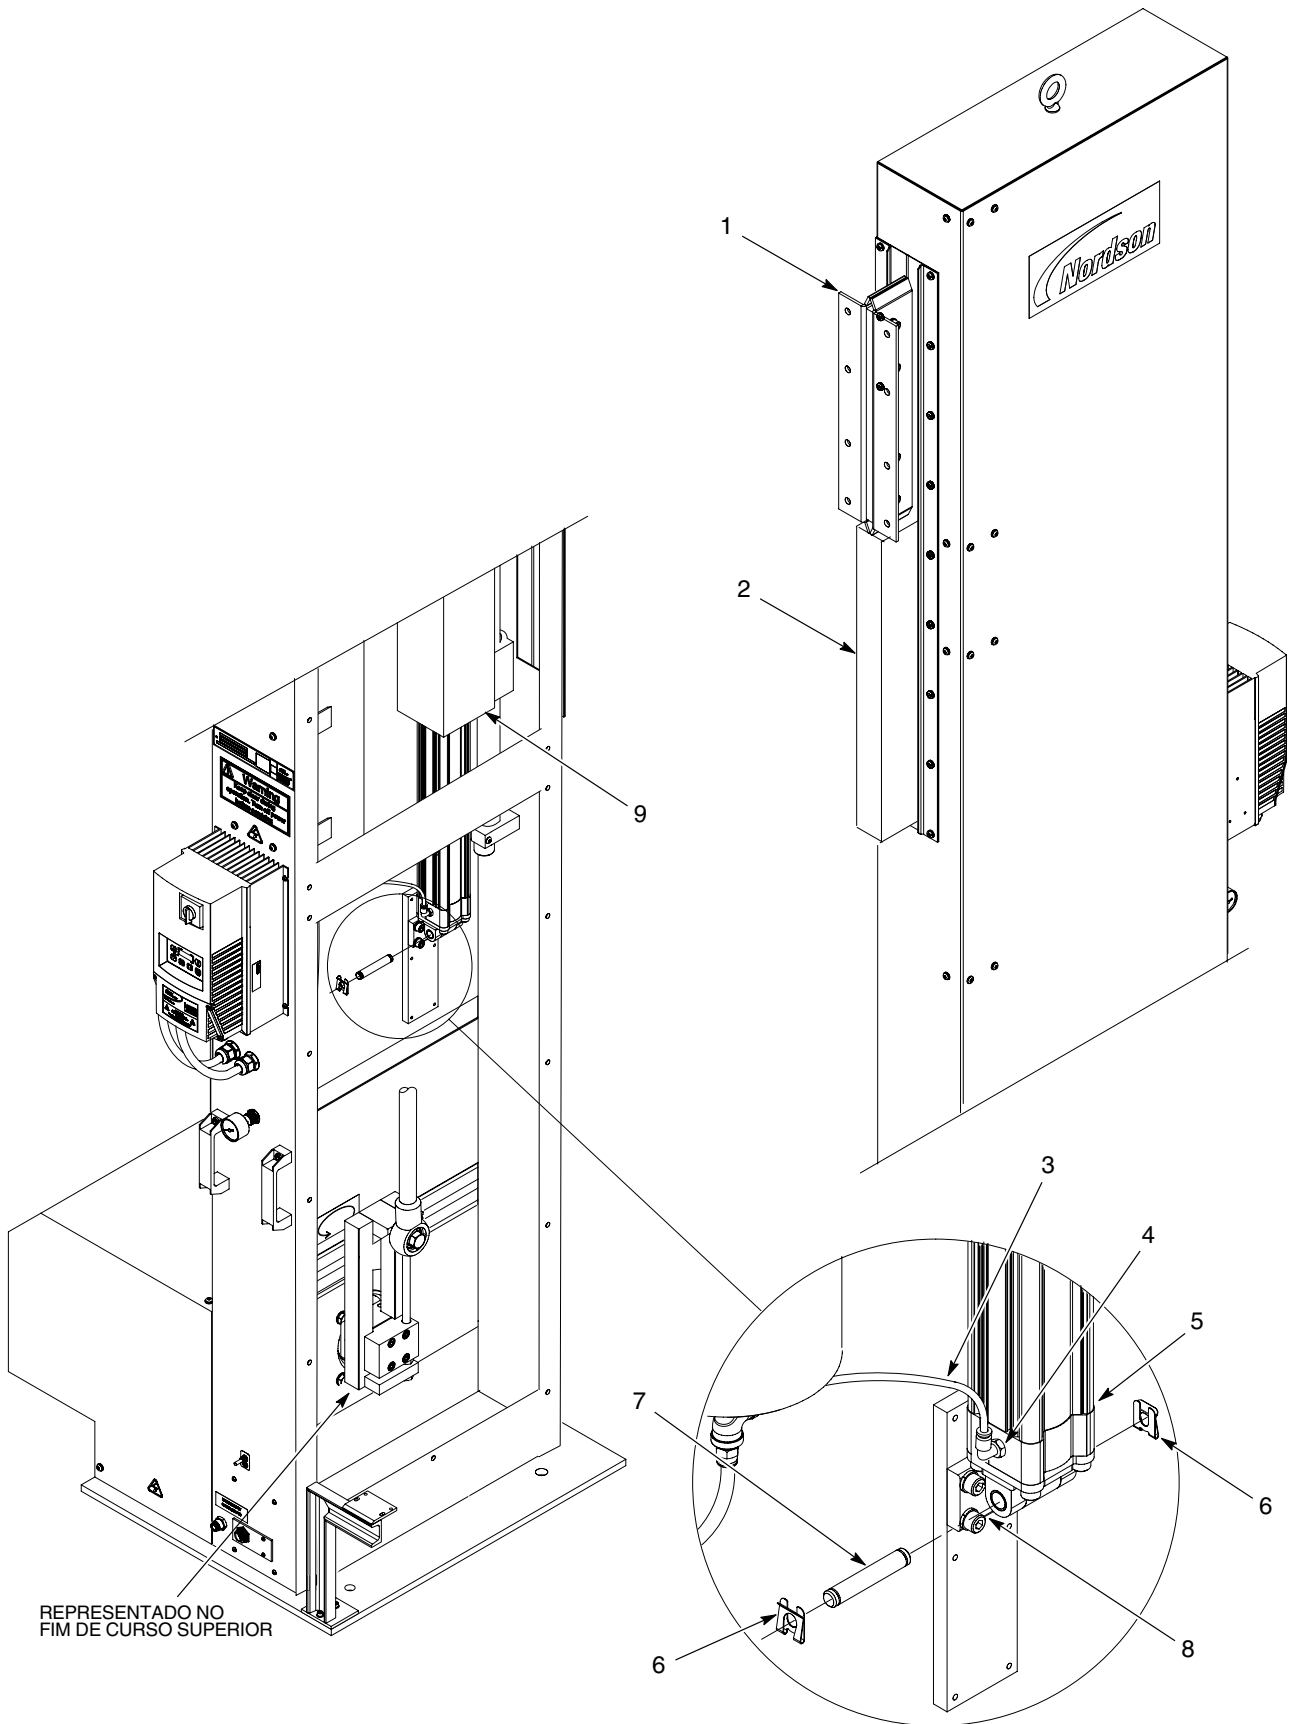

Figura 15 Remoção do cilindro pneumático
1. Consulte a figura 15. Remova as pistolas e o hardware de suporte da consola de suporte do carro (1).
2. Desloque o carro de pistolas (1) para o fim de curso superior. Use um bloco (2), como ilustrado, para segurar o carro de pistolas (1).
4. Desligue a linha de ar (3) da união do cilindro pneumático (4).
5. Retire os cliques (6) e o pino (7) que seguram o cilindro pneumático (5) ao suporte (8). Remova o cilindro pneumático do tubo de suporte do conjunto de apoio (9).
6. Desloque o carro de pistolas (1) para o fim de curso inferior, retirando cuidadosamente o bloco (2).